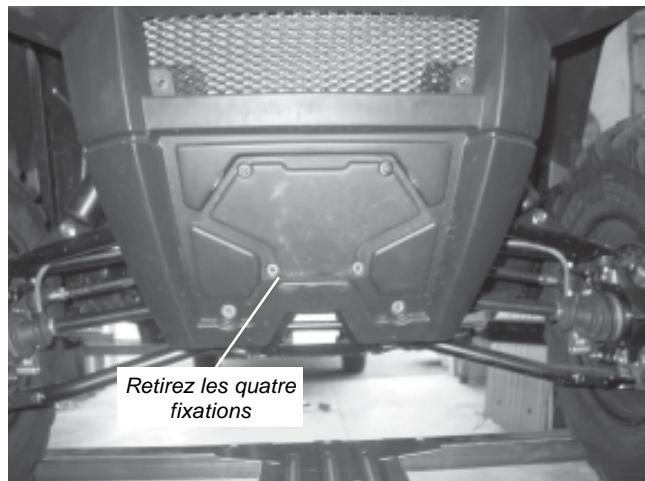

Figure 1
1. Retirez le panneau d'accès de la plaque de montage à l'avant du véhicule en enlevant les quatre fixations, tel qu'indiqué à la figure 1.